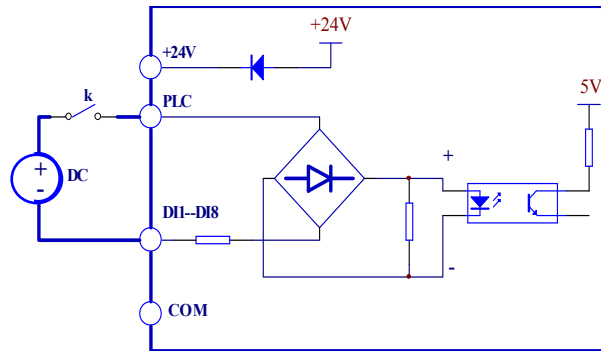

图 1-3 使用外部电源的连线方式
- 2) 使用外部电源，接线方式如图1-3（注意去除PLC与24V端子间的连接线）。